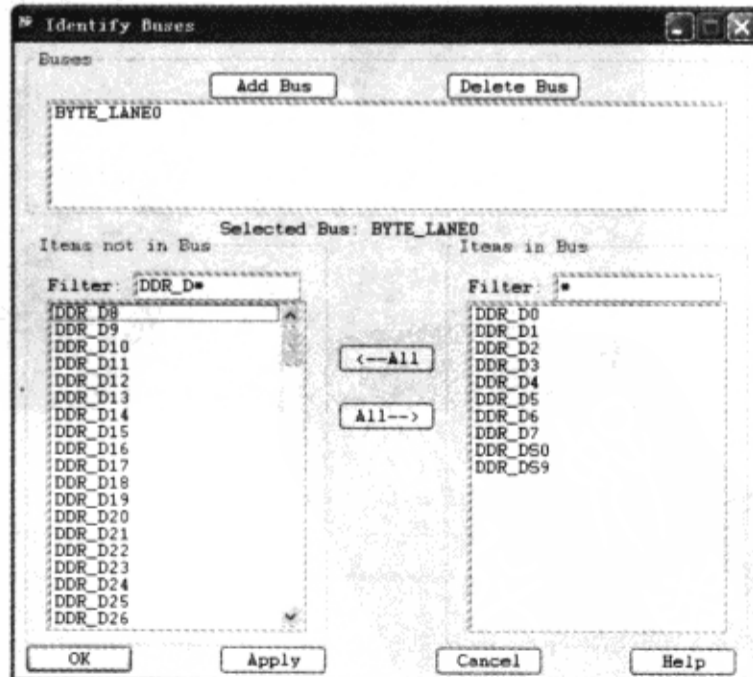

图 3-7-5 添加网络
(5) 在“Identify Buses”对话框的“Items not in Bus”区域的“Filter”栏输入“DDR\_D\*”→按“Tab”键。单击下面列表框中过滤出来的网络，选择网络 DDR\_D0、DDR\_D1、DDR\_D2、DDR\_D3、DDR\_D4、DDR\_D5、DDR\_D6、DDR\_D7、DDR\_DS0、DDR\_DS9，这些网络自动转移到“Items in Bus”的列表框中，如图 3-7-5 所示。